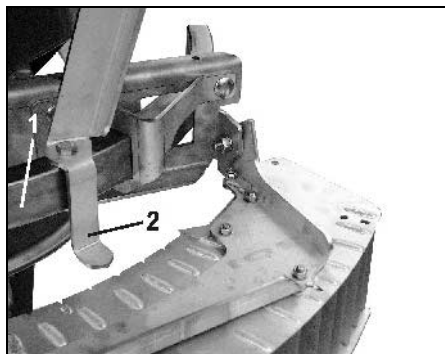

Fig. 41
- Gränsspridningsskärmen ställs in på styrskenan (Fig. 41/1) så att pilen (Fig. 41/2) står vid det i såtabellen angivna värdet (Fig. 39) steht.